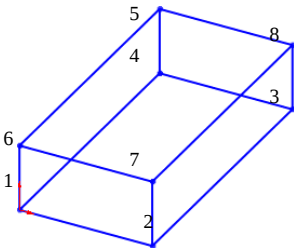

图 2-79 绘制长方体
- 02 单击【草图】选项卡中的【直线】命令，以图示的前视图为参考，绘制长方体，如图 2-79 所示。